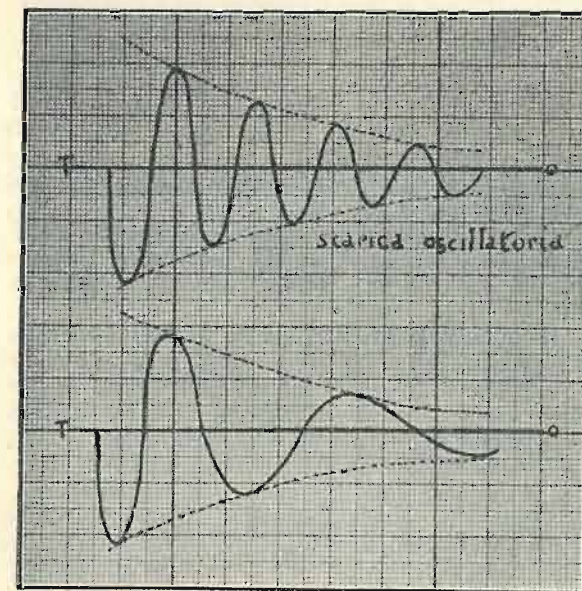

Fig. 6.
3. Che la loro forma presumibile di oscillazione non è simile a quella ottenuta dagli specchi per la scarica oscillatoria classica (fig. 6), poichè, oltre al decremento di ampiezza, vi deve pure essere decremento di frequenza.